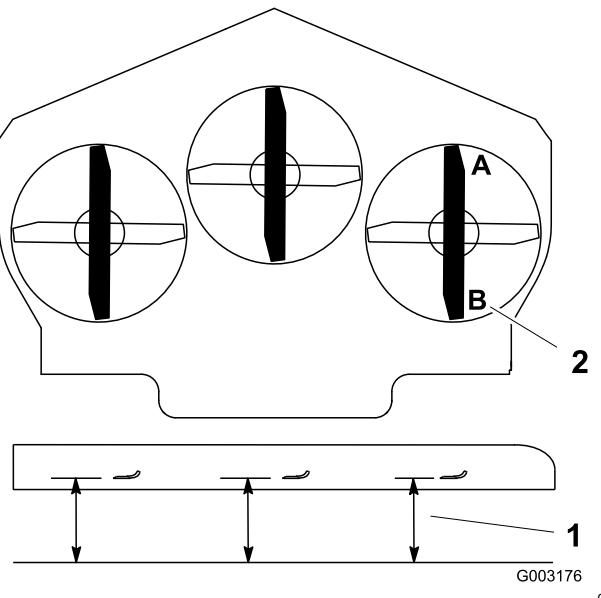

Figura 76
- Misurate la lama destra al punto **B** da una superficie piana fino al tagliente della punta della lama (Figura 76).
- La lama del tosaerba deve essere da 6 a 10 mm più bassa al punto **A** rispetto al punto **B** (Figura 76). In caso contrario eseguite la seguente operazione.